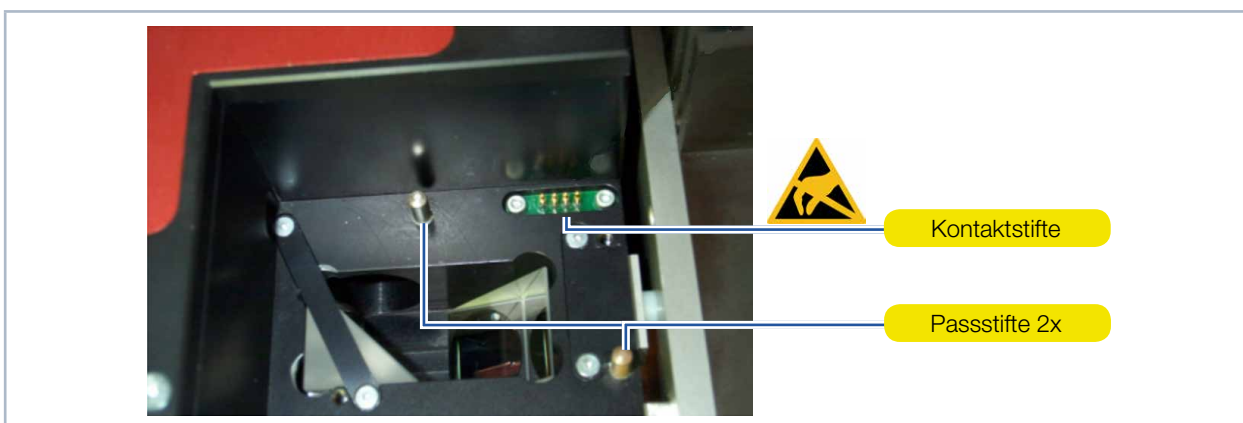

Abb. 13.3: Messobjektiv - Kontakte und Kontaktstifte
- ▶ Die Kontakte des EEPROMs und die Kontaktstifte (siehe Abb. 13.3 auf Seite 85) nicht berühren.